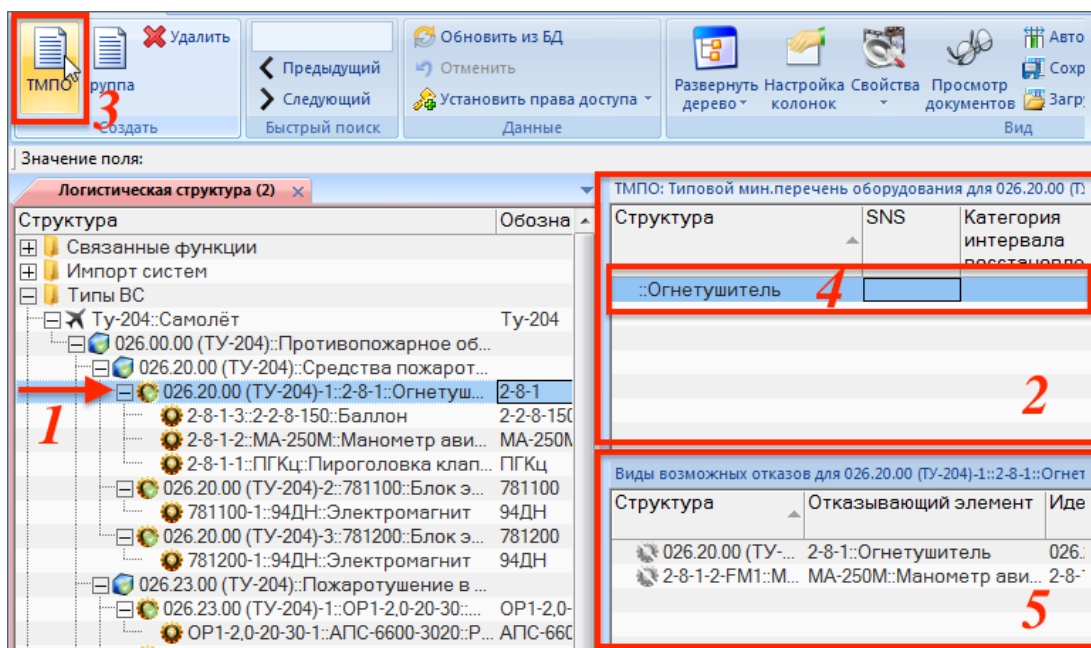

Рис. 10-248 – Создание элемента списка ТМПО
3) Для создания группирующего элемента в списке (подзаголовка) переместить фокус ввода в окно «ТМПО» (2) и нажать кнопку «Группа» панели «Создать» (3).
5) В поле «SNS» для созданного объекта ввести значение SNS выбранного в окне «Логистическая структура» элемента (рис. 10-248). Значение SNS, а также «Наименование» элемента ЛСИ, выводится в поле «Структура».